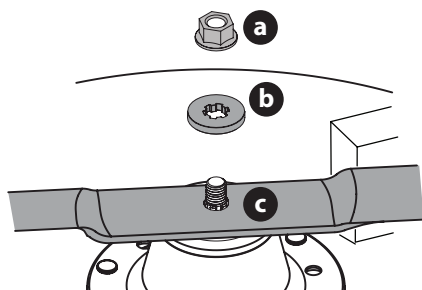

Fig. 64
2. Quite la tuerca de seguridad bridada (a) y la arandela plana (b) del eje del husillo y extraiga la cuchilla (c) (Fig. 64).